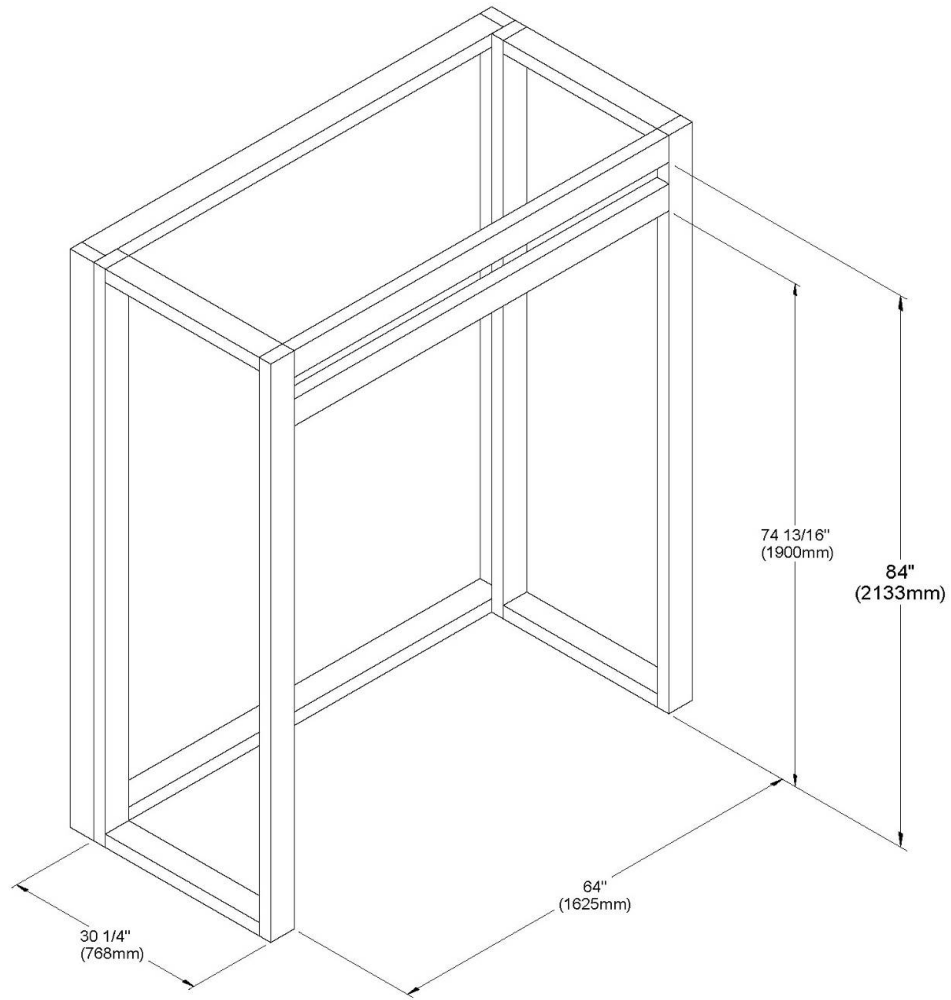
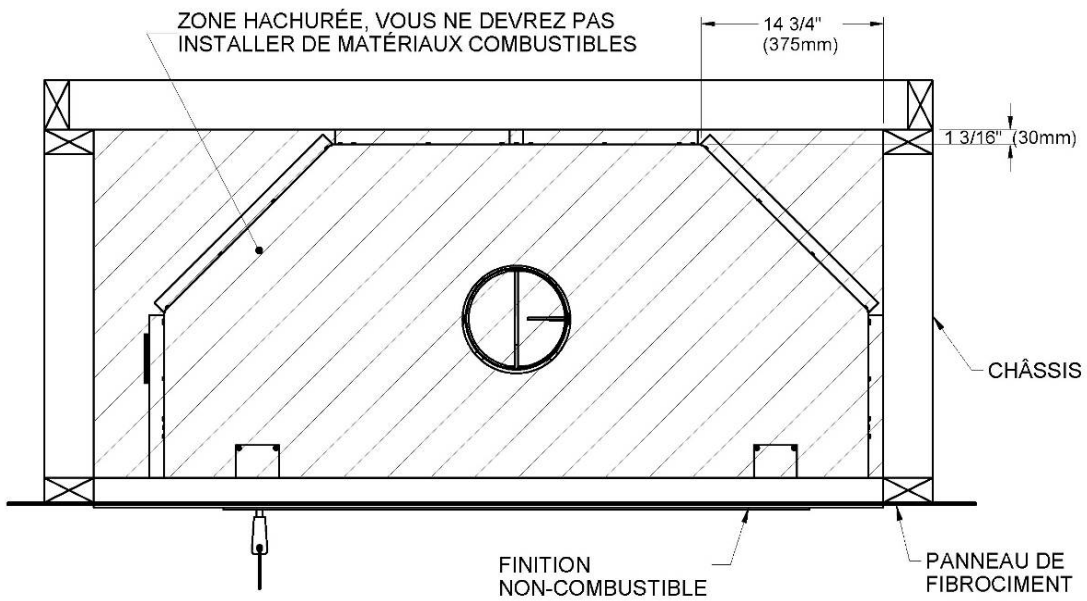

Figure 11
Figure 12
- B. Construisez le châssis du foyer à l'aide de montants verticaux placés sur les côtés du foyer, allant du plancher au plafond (voir **Figure 11**). Reculez un peu les montants par rapport au rebord frontal du foyer d'un espace équivalent à l'épaisseur du matériau de finition, pour que celui-ci soit à ras de la finition du foyer (en tenant compte des limites de la **Figure 12**). Posez les entretoises entre les montants verticaux seulement de la façon suivante :